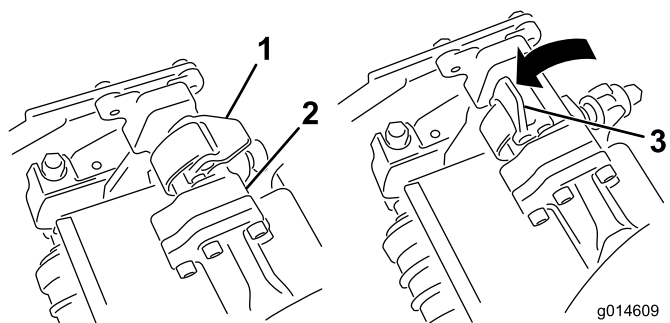
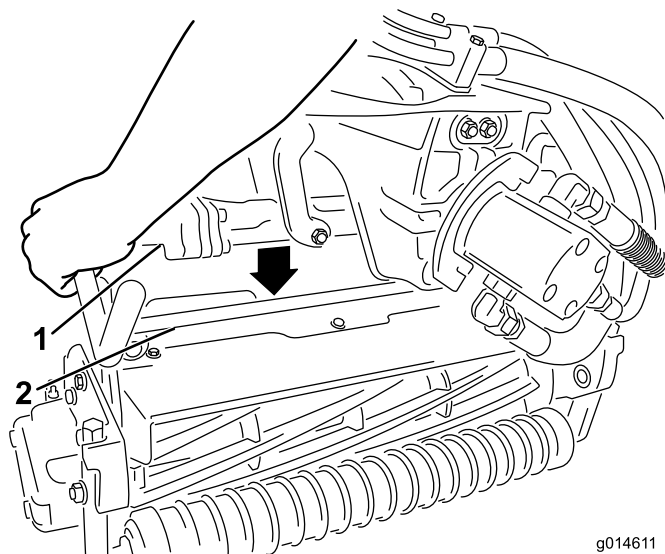

図 32
図 33
3. サスペンション・アームのバーについているラッチを上向き (開いた状態) にして (図 32)、サスペンション・アームを押し下げて、バーを、カッティングユニットのバーの上に被せるようにする (図 33)。
4. ラッチを下げて閉じるとカッティングユニットのバーがロックされてユニットがアームにセットされる (図 32)。
4. 取り外したいカッティングユニットのサスペンション・アームのバーについているラッチを開く（図 32）。